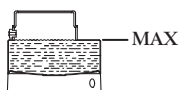

Fig. 4
- Åpne espressokokeren ved å dreie den mot klokken. Ta ut filterkoppa og fyll på med kaldt vann opp til ca 2-3 mm under sikkerhetsventilen. (fig. 4)